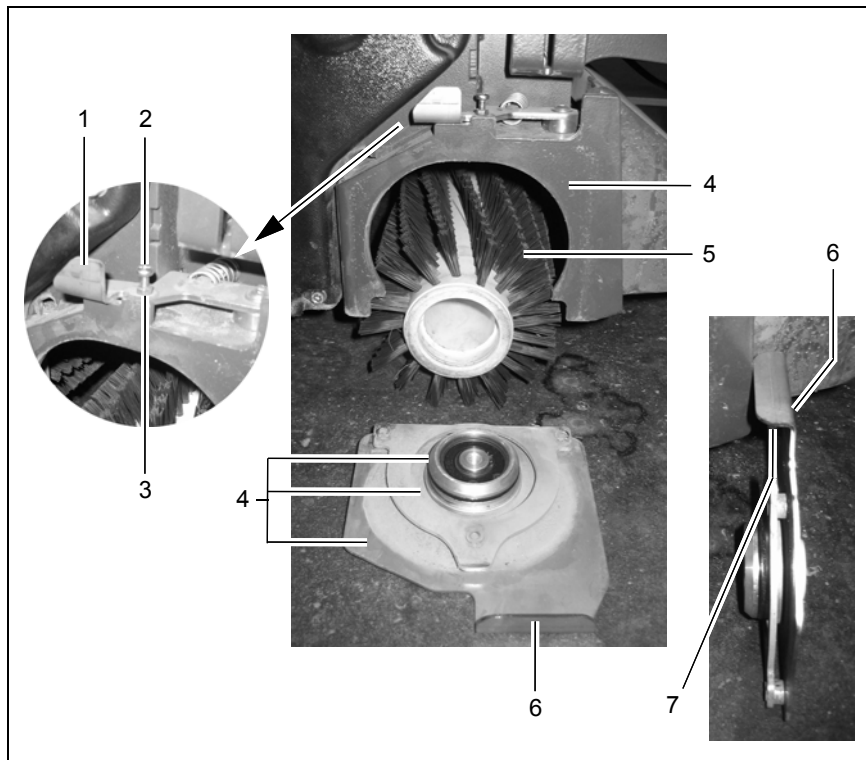

Abb. 32
1. Arretierungshebel (Abb. 32/1) zur Maschinenmitte schieben und festhalten.
2. Bürstenaufnahme (Abb. 32/6) vom Eigengewicht nach unten sinken lassen und dann abziehen.
3. Arretierungshebel (Abb. 32/1) loslassen.
Walzenbürste (Abb. 32/5) gegen den Widerstand herausziehen. Siehe auch Abschnitt 2.3.1 (umgekehrte Reihenfolge).
2. Bürstenaufnahme (Abb. 32/6) auf die Walzenbürste aufsetzen, bis an das Gehäuse drücken und dann bis zum Anschlag nach oben schieben.
3. Arretierungshebel (Abb. 32/1) unter der Bürstenaufnahme bis zum Anschlag zurückschwenken.
Nach jedem Walzenbürstenwechsel alle Anlageflächen (Abb. 32/4 und (Abb. 32/7) gründlich mit einem feuchten Tuch und gegebenenfalls zusätzlich mit Reinigungsmitteln reinigen.
1. Bürstenaufnahme (Abb. 32/6) abnehmen (siehe Abschnitt "Bürstenaufnahme entfernen").
2. Kontermutter (Abb. 32/3) lösen.
3. Linsenkopfschraube (Abb. 32/2) raus oder rein drehen.
Die Einstellung der Linsenkopfschraube (Abb. 32/2) ist dann korrekt, wenn diese unterhalb der Bürstenaufnahme (Abb. 32/7) leicht schleift.
5. Bürstenaufnahme (Abb. 32/6) abnehmen (siehe Abschnitt "Bürstenaufnahme entfernen") und die Linsenkopfschraube (Abb. 32/2) so lange verstellen, bis diese die richtige Höhe hat (Schritt 4 gegebenenfalls mehrfach wiederholen).
6. Kontermutter (Abb. 32/3) festziehen.